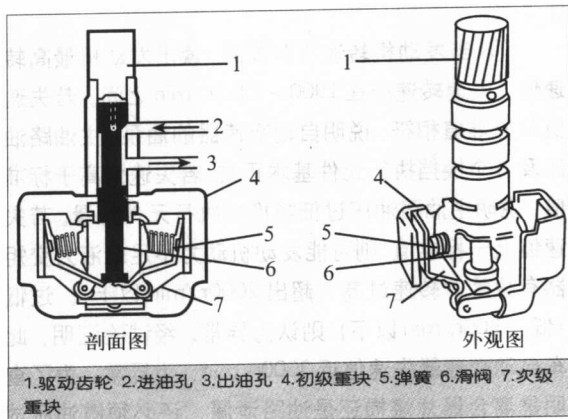

图 1-1-7 中间传动节流式双级调速器结构图
经解体检查发现:①K1离合器片全部烧焦,有的软片已磨光,更换活塞O形密封圈、离合器片。②调速器(中间传动节流式双级调速器)重块弹簧断裂,滑阀进油孔严重堵塞。更换调速器,清洗自动变速器油路,更换阀体纸垫(损坏),装复试车,故障排除。使车在提速敏捷且不打滑,挂挡起步不发闯。中间传动节流式双级调速器结构图如图1-1-7所示。